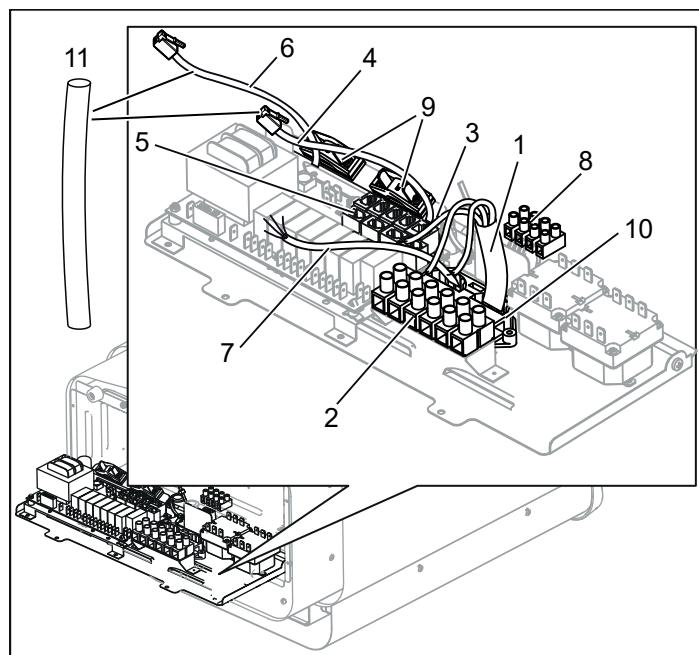
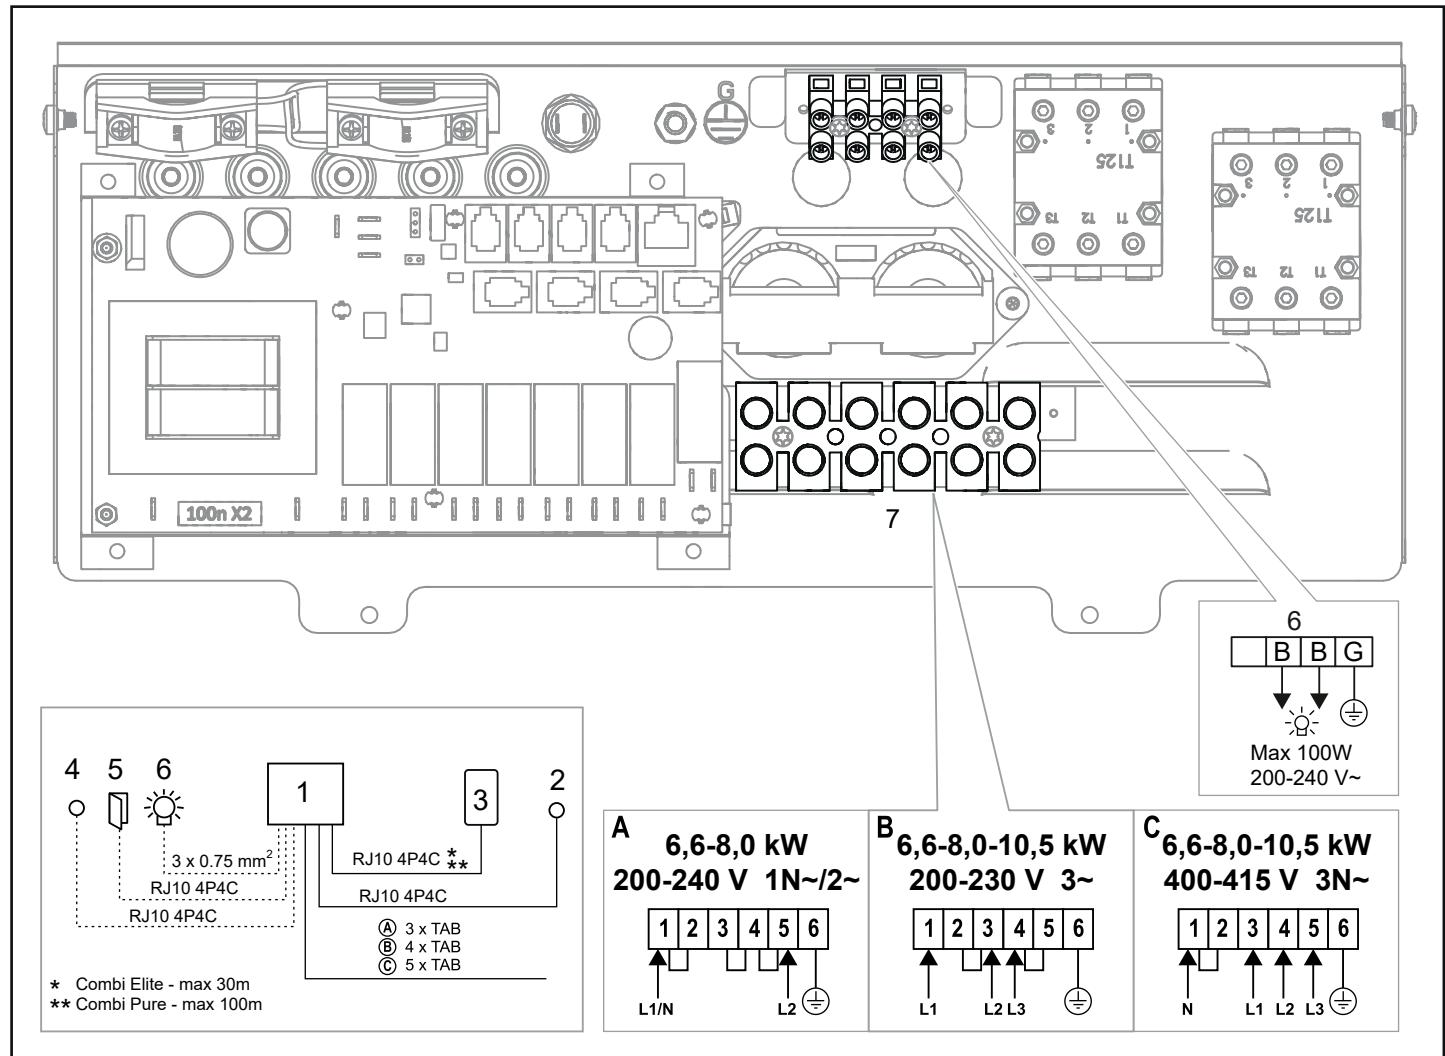
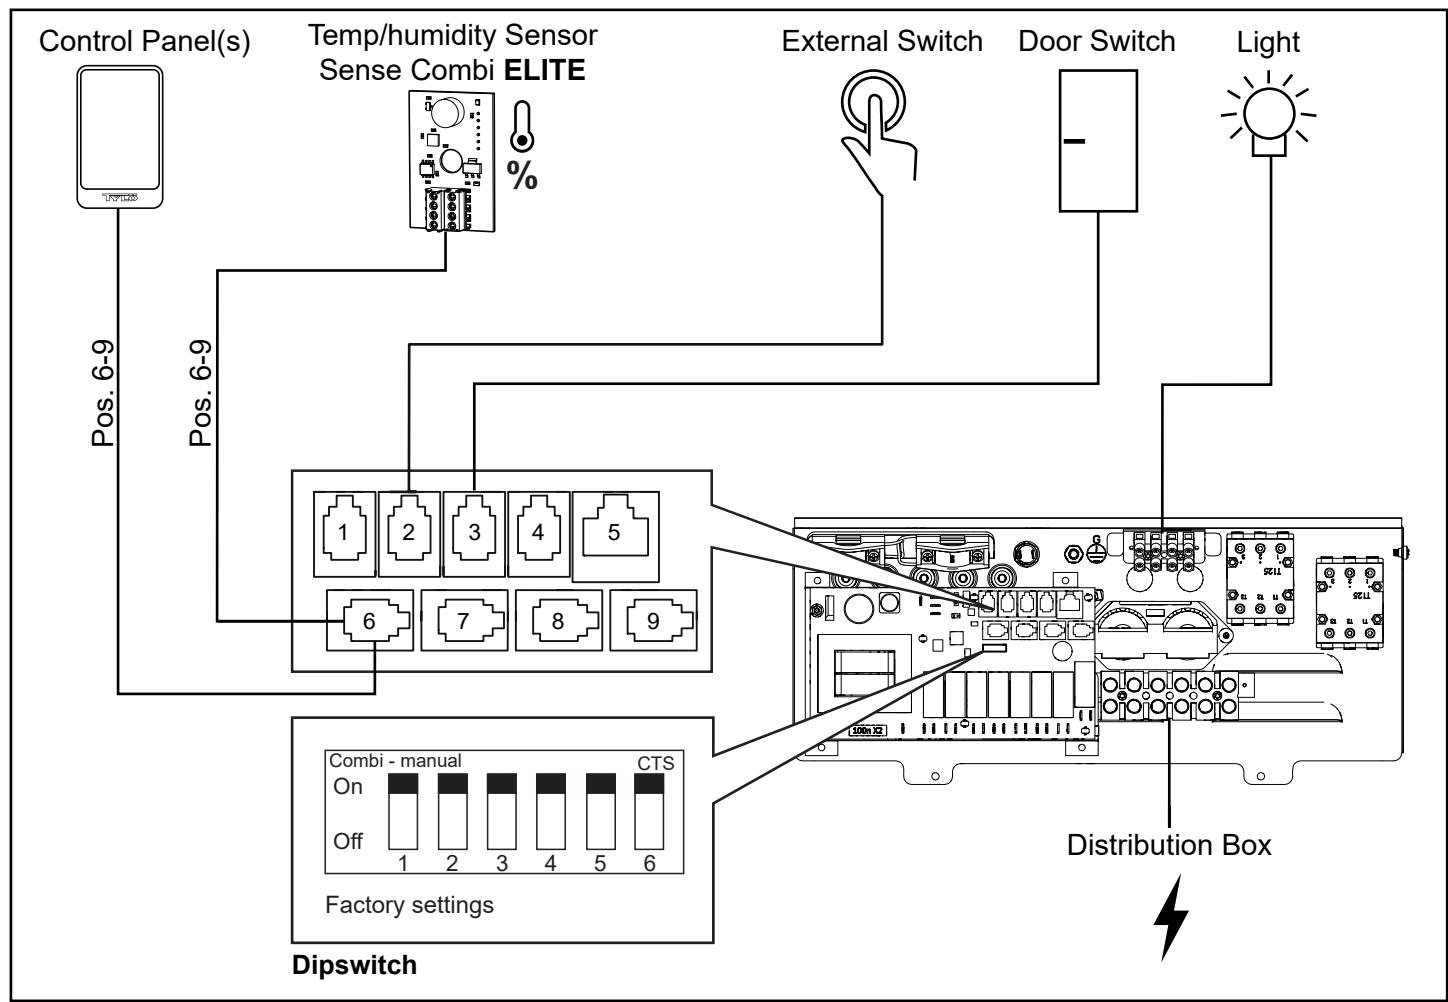
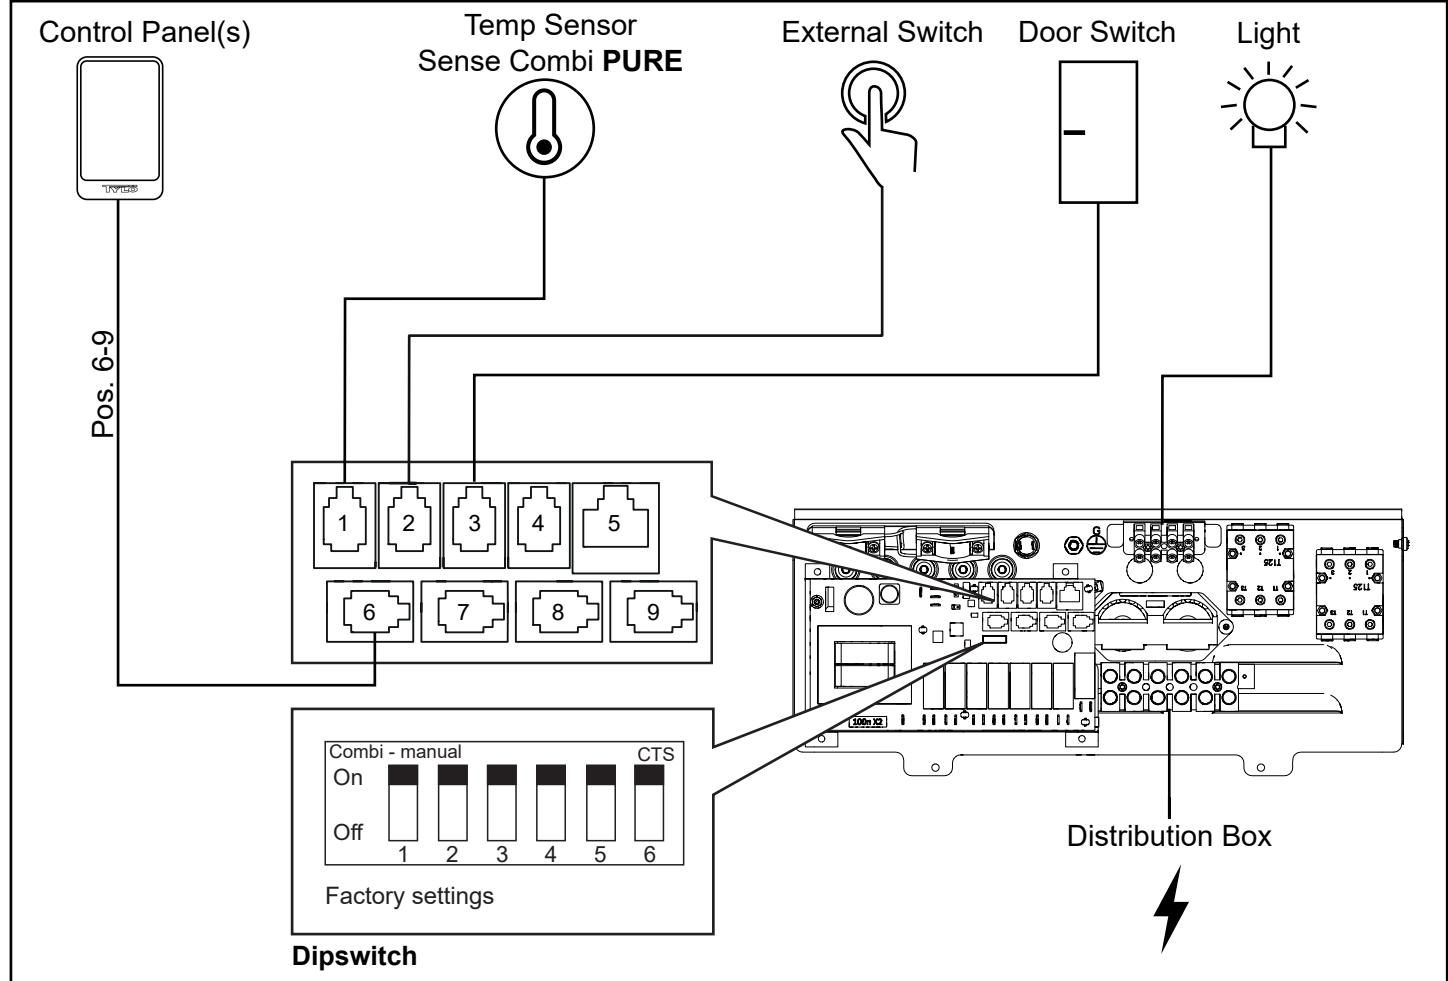

Рисунок 10: Монтажная плата
Рисунок 17: Схема соединений
Рис. 19. Схема установки Sense Combi Elite
Рис. 20. Схема установки Sense Combi Pure
4. Подключите электрический кабель (см. Рисунок 10) согласно схеме соединений (см. Рисунок 17).
5. Проведите кабель для панели управления и датчика температуры через проходные кабельные втулки (см. Рисунок 10). Подключите кабель панели управления к одному из четырех контактов RS485 (позиции 6-9) (см. Рисунок 19, 20).
6. **Combi Pure:** Подключите кабель датчика к контакту NTC на монтажной плате (позиция 1) (см. Рисунок 20). **Combi Elite:** Подключите кабель датчиков влажности и температуры к одному из четырех контактов RS485 (позиции 6-9) (см. Рисунок 19).
7. Подключите кабель освещения (если таковой имеется), см. Рисунок 10, согласно схеме соединений, Рисунок 17.